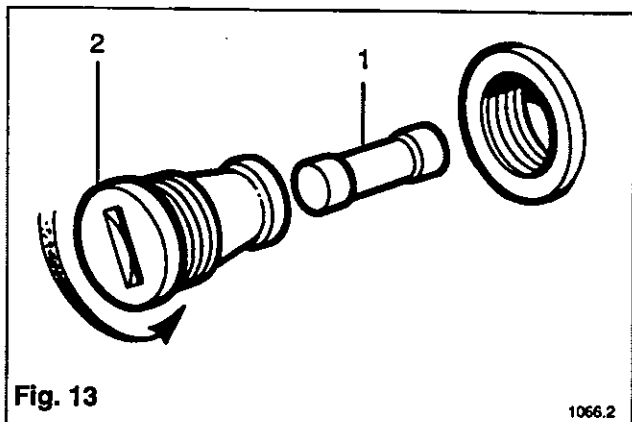

Fig. 13
Un fusible de 2A est installé pour protéger le tableau de commande. Pour enlever le fusible (1), dévisser son support (2) (voir Fig. 13).